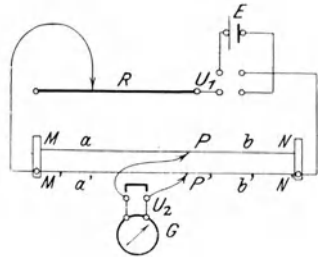

Fig. 178.
**Anleitung.** a) Spanne zwischen den Klemmen  $M'$  und  $N'$  (Fig. 178) der WHEATSTONESCHEN Brücke einen blanken Kupferdraht von 0,25 mm